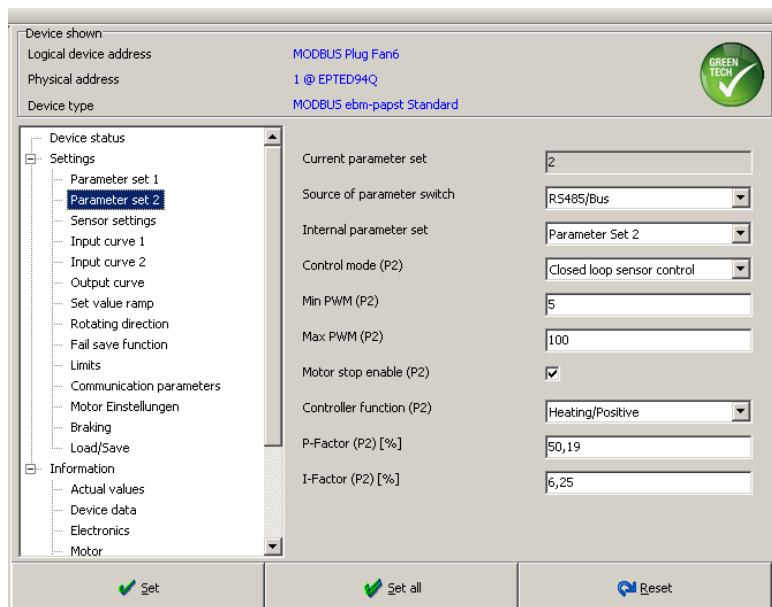

Fig. 58: Parameter set 2
- Under parameter set 2, activate parameter set 2 and make settings (see Fig. 58)